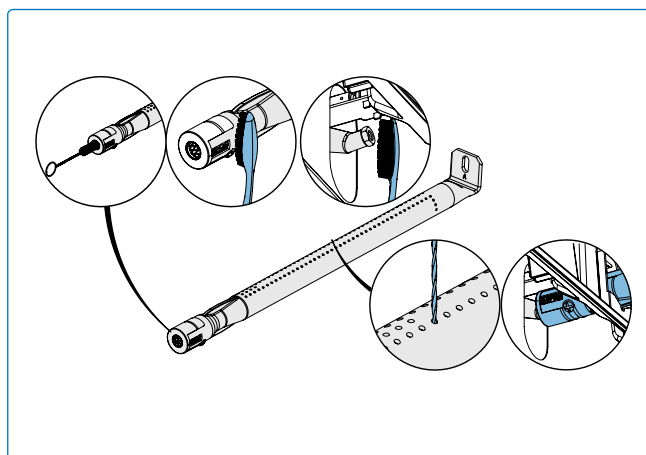

Fig. 26
- Nettoyez l'intérieur du brûleur à l'aide d'une brosse flexible pour tube venturi ou, pour les zones délicates, d'une brosse à poils doux afin d'éliminer délicatement les débris (**Fig. 26**).